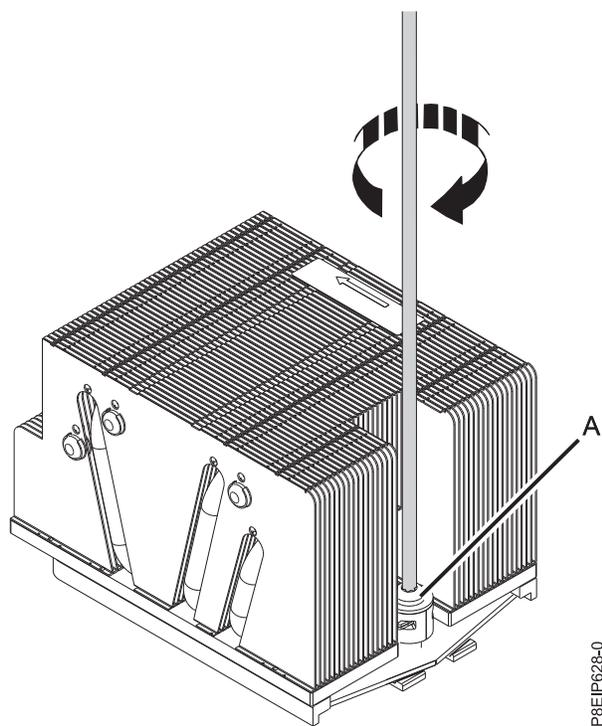

図 69. ロード・アームのねじを締める
11. #3 Phillips ドライバーでロード・アーム (A) のねじを締めます (図 69 を参照)。